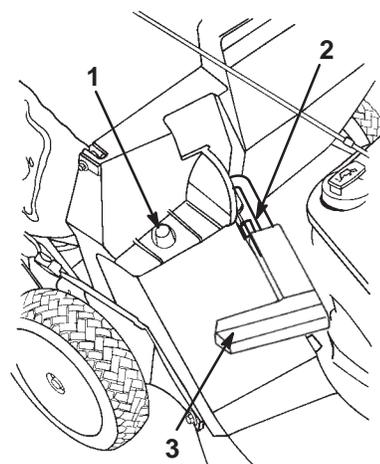

Figure 13
2. Vérifiez que la poignée du volet d'éjection est complètement abaissée vers l'avant et que l'ergot est bien engagé dans son logement (Fig. 13).
3. Accrochez le cadre du sac par le trou sur l'ergot de retenue situé sur l'éjecteur (Fig. 13).
2. Soulevez la poignée du volet d'éjection et poussez-la vers l'avant jusqu'à ce que l'ergot de verrouillage s'engage dans l'arrêt (Fig. 13).